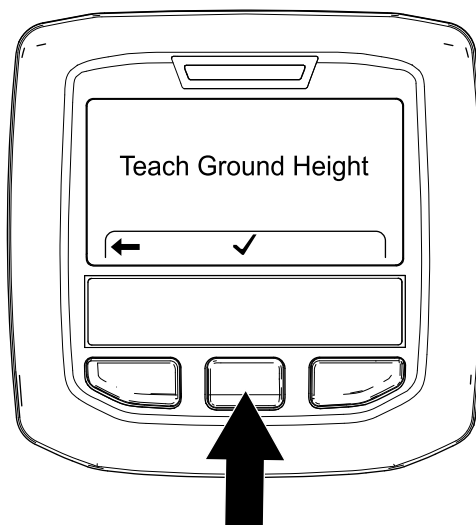

Figura 66
4. Alla schermata Impostazione dell'altezza dal terreno (Figura 66), premete il tasto centrale dell'InfoCenter.